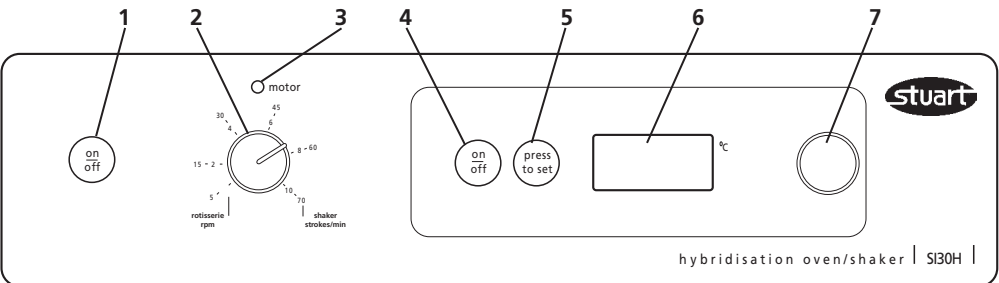

Abb. 3: Vorderseitige Steuerelemente
- 3.1 Die Steuerungen für die Inkubortemperatur befinden sich auf der rechten Seite der Steuerkonsole (Abbildung 3, Nummern 4 bis 7).
- 5.6 Die Drehzahlsteuerungen befinden sich auf der linken Seite der Steuerkonsole (Abbildung 3, Nummern 1 bis 3). Die Rotisserie / den Rüttler durch Druck auf den Ein/Aus-Schalter (1) einschalten. Daraufhin sollte die rote Anzeigelampe (3) über dem Drehzahlwahlschalter (2) aufleuchten.